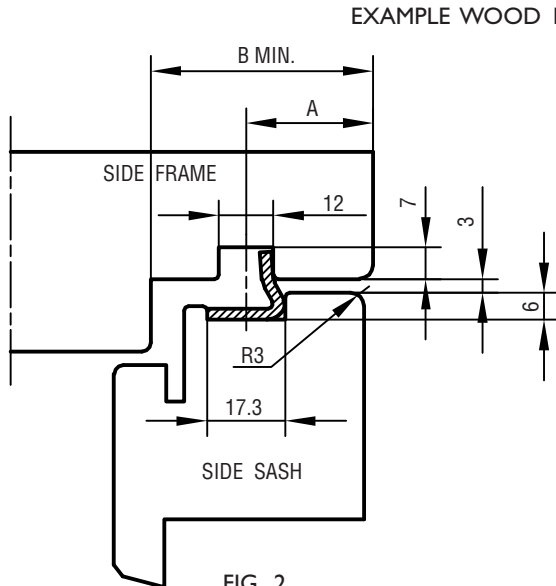

FIG. 2
- THE SUPPORT FITTING IS FITTED IN THE MIDDLE OF THE SIDE SASH IN THE HINGE SIDE. SEE FIG. 2.